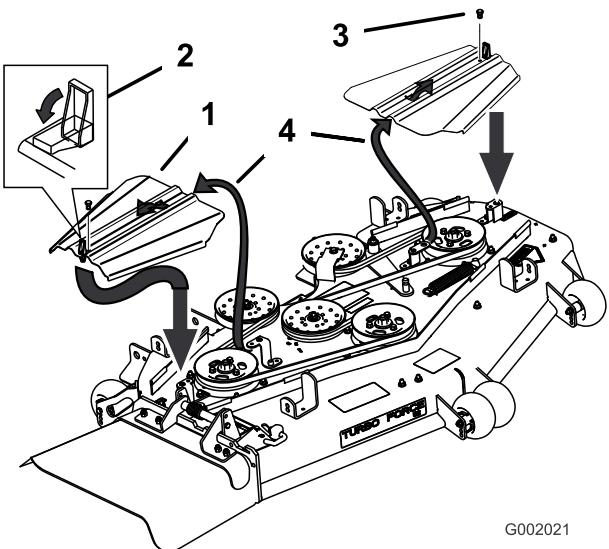
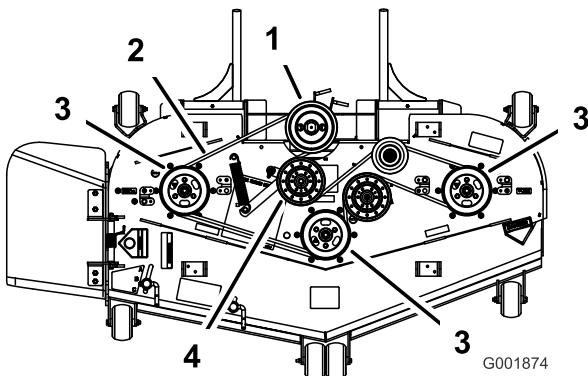
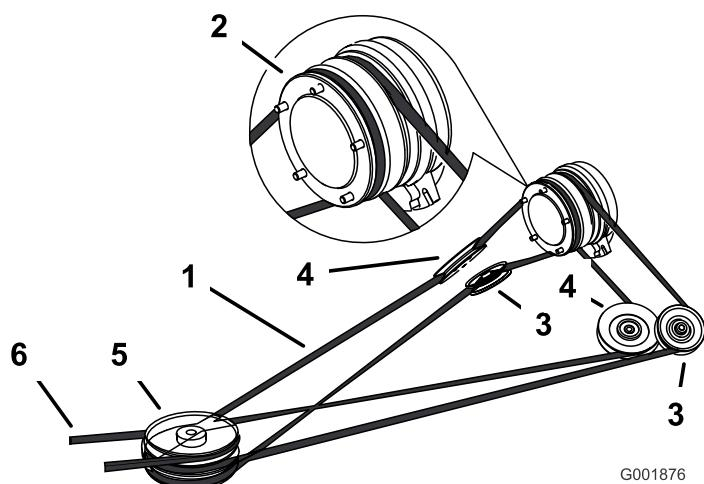

Figure 59
Figure 60
Figure 62
3. Retirez les vis et les couvercles de courroie (Figure 59).
5. Retirez la courroie des poulies du plateau de coupe et de la poulie supérieure de la poulie triple (Figure 59 et Figure 60).
6. Chaussez la courroie neuve sur les poulies du plateau de coupe et sur la poulie supérieure de la poulie triple (Figure 59 et Figure 60).
7. Tirez sur le bras pour détendre la courroie et alignez la courroie du plateau de coupe sur la poulie de tension (Figure 60).
8. Posez les couvercles de courroies en engageant les languettes dans les rainures. Posez les vis et fermez les verrous (Figure 59).
- Tirez sur la poulie de tension à ressort pour détendre la courroie (Figure 62).
- Retirez la courroie de la poulie supérieure de la poulie triple (Figure 60 et Figure 62).
- Chaussez une courroie neuve sur la poulie d'embrayage, les poulies de tension réglables, la poulie de tension à ressort et la poulie triple avant (Figure 62).
- Chaussez la courroie sur les poulies du plateau de coupe et la poulie supérieure de la poulie triple (Figure 60 et Figure 62).